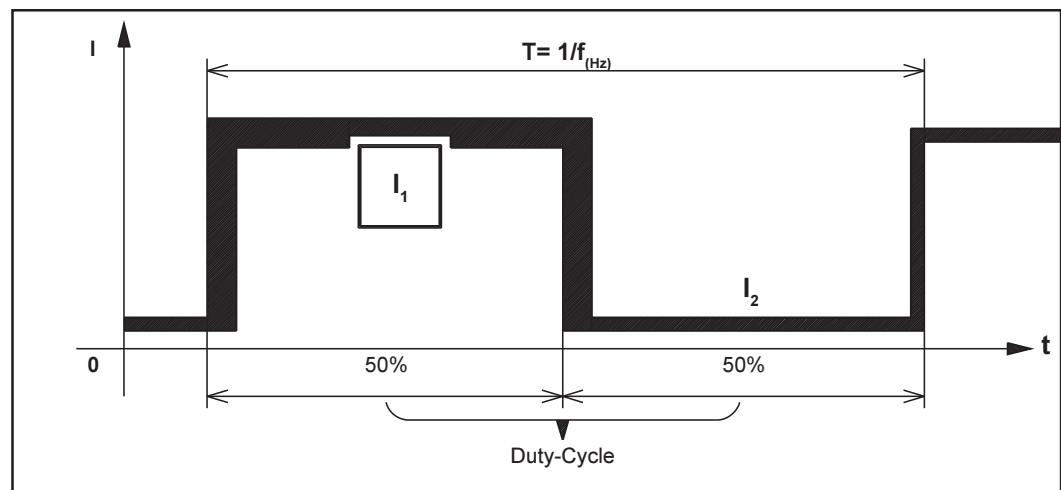

Fig. 23 Ejemplo de regulación Duty-Cycle en posición "50"
- Posibilidad de regulación continua de la frecuencia pulsada en función del margen de frecuencias seleccionado mediante el selector (27).
**(25) Regulador de corriente de base  $I_2$**
**(26) Regulador de Duty-Cycle %**
**El regulador de Duty-Cycle está en posición "50" (fig.23)**